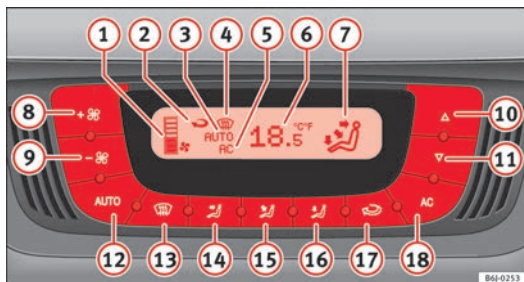

Fig. 104 Sur la planche de bord : éléments de commande du Climatronic
- Appuyez sur les touches 10 et 11 ⇒ fig. 104 pour régler la température.
- Appuyez sur la touche **AUTO**. L'afficheur indique  $\Rightarrow$  fig. 104 **7**.
- Appuyez sur les touches **10** et **11**  $\Rightarrow$  fig. 104 pour régler la température souhaitée dans l'habitacle. Nous vous recommandons une température de 22 °C (72 °F).
- Appuyez sur l'une des touches  $\Rightarrow$  fig. 104 **14** à **16** ou appuyez sur le régulateur du ventilateur **8** et **9**. L'indication **3** s'éteint.
Le ventilateur peut être réglé à l'aide des touches **8** et **9**  $\Rightarrow$  fig. 104. Lorsque le ventilateur est éteint (l'écran n'affiche aucune position **1**) et que vous continuez à appuyer sur la touche **9**, le Climatronic s'éteint. Dans un tel cas **OFF** apparaîtra à l'écran.
- Appuyez sur la touche  pour activer ou désactiver le mode recyclage de l'air ambiant. Il est connecté si le symbole  ⇒ fig. 104 s'affiche à l'écran.